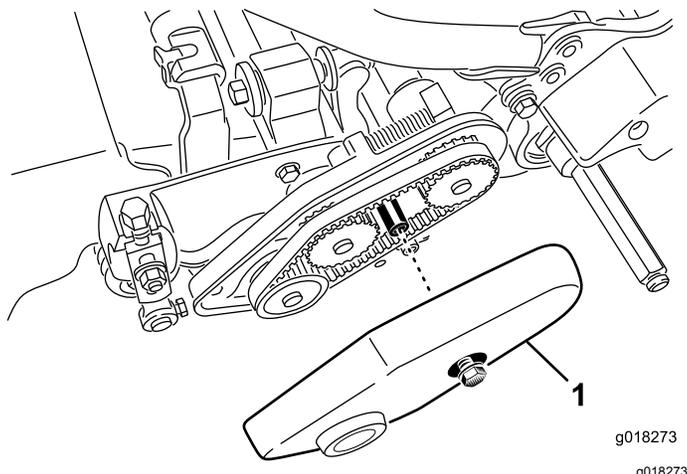

Figura 44
2. Allentate il bullone flangiato che fissa il copricinghia e togliete il copricinghia per esporre la cinghia (Figura 44).